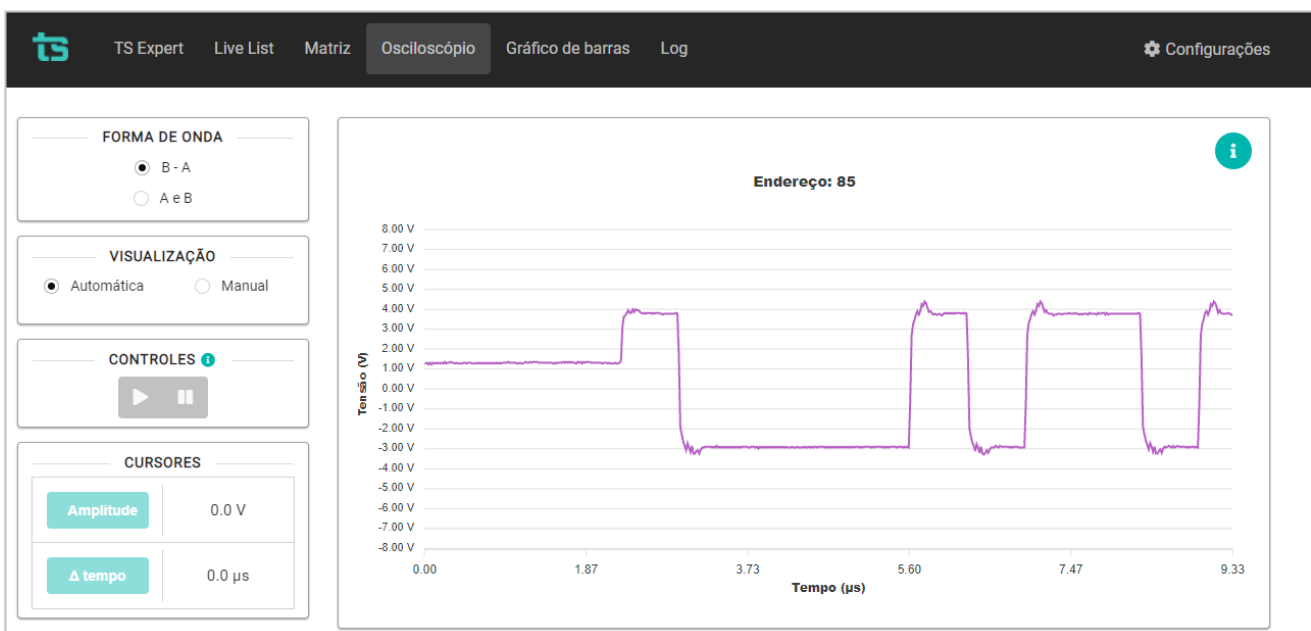

Figura 8: Tela Osciloscópio (B - A)
- Sinal B-A (diferencial) conforme mostrado na Figura 8, ou;